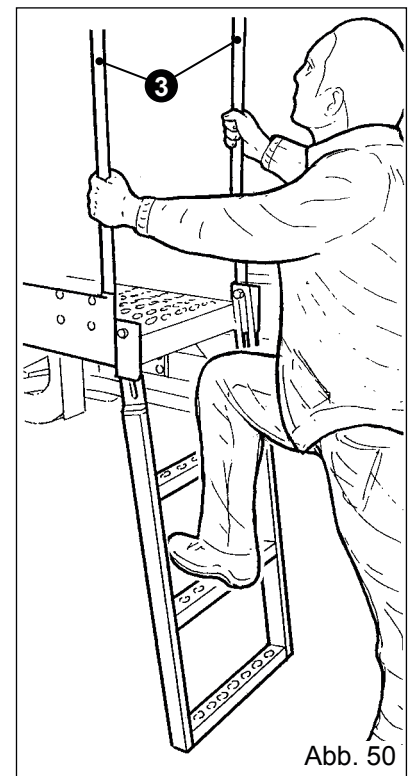

Abb. 50
- Um die abschließbare Tanktür zu öffnen, müssen Sie über die Klappleiter auf die Plattform steigen (1).
- Um die Leiter zu verwenden, muss sie durch Freilassen des Hakens (2) entriegelt werden. Greifen Sie sie dann mit den Händen und begleiten Sie ihren Abstieg bis zum Endanschlag.
- Steigen Sie ohne Eile die Leiter hinauf und nutzen Sie das Schutzgeländer der Plattform (3) als Befestigungspunkte (Abb. 50).
- Wenn die Operationen auf der Plattform beendet sind, bringen Sie die Klappleiter wieder in Ruhestellung und verriegeln Sie sie erneut mit dem Haken (2).